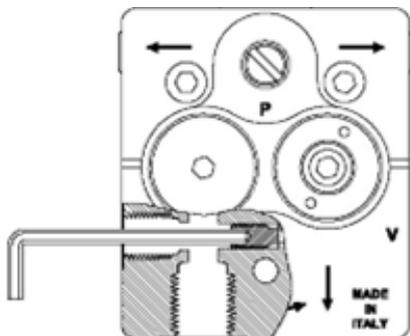

Fig. 2
- Setzen Sie die Bypass-Schraube mit einem 2,5 mm Innensechskantschlüssel in den Vakuumanschluß und ziehen Sie sie fest. (Fig. 2).
- Entfernen Sie die Bypass-Schraube aus dem Vakuumanschluß mit einem 2,5 mm Innensechskantschlüssel (Fig. 2).